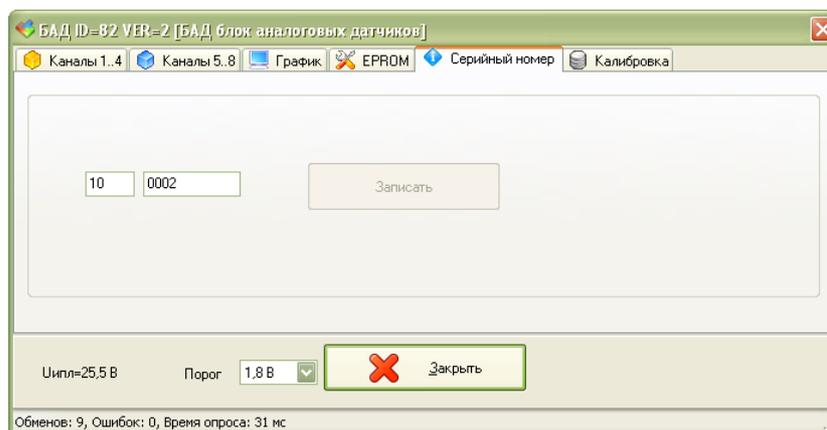

Рисунок 23 - Запись серийного номера блока
- 3) На вкладке «Серийный номер» ввести новое значение серийного номера БАД-8, которое будет храниться в памяти блока (рисунок 23). Нажать на кнопку «Записать».